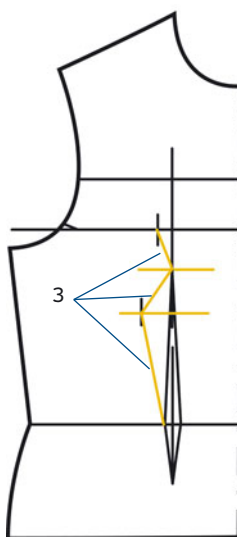

РИС. 2
2. На оси вытачки начертите горизонтальную линию на 7 см ниже линии груди, затем нанесите на эту новую линию короткую вертикальную прямую, расположенную слева от оси вытачки на расстоянии, равном половине разницы между меркой обхвата груди и меркой обхвата тела под грудью (рис. 2, вертикальная синяя линия).
3. Соедините с помощью прямых вытачку и талию в точках ① и ② (рис. 2, желтым цветом).